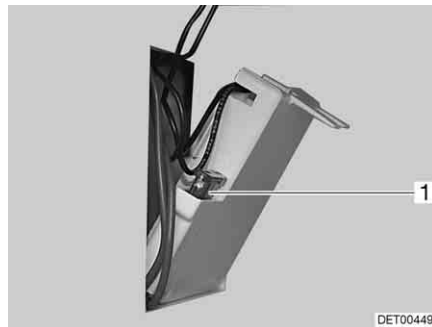

Fig. 171 Fusível da sanita Thetford
- Troque o fusível (Fig. 171,1).